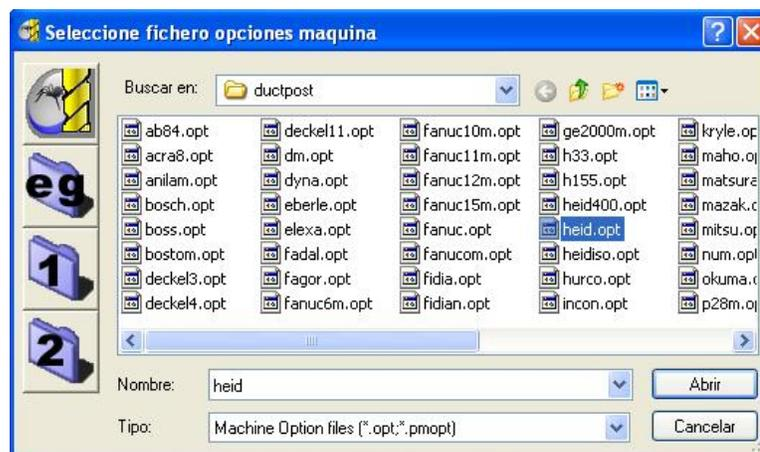

Figura 2.134 Cuadro de diálogo Seleccione fichero opciones máquina.
4. Hacer clic en el botón Abrir  próximo a Fichero Opciones Máquina para abrir el cuadro de diálogo Seleccione fichero opciones máquina. Buscar la carpeta dónde los archivos de opción son guardados, y seleccionar el archivo de opción máquina necesario (en este caso heid.opt) y hacer clic en Abrir (Figura 2.134).